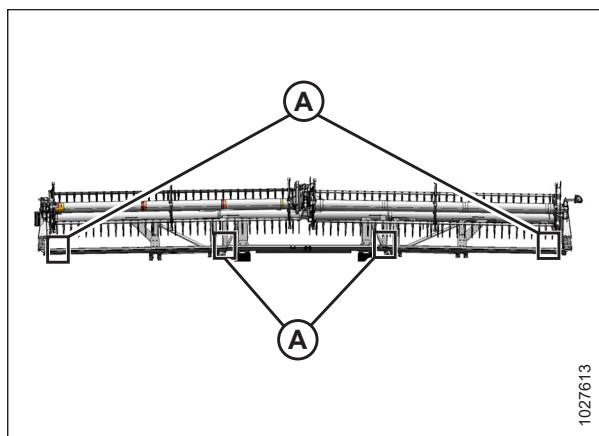

Figura 4.263: Punti di misurazione FlexDraper® – A due aspi
- Testate a due aspi: Figura 4.263, pagina 460